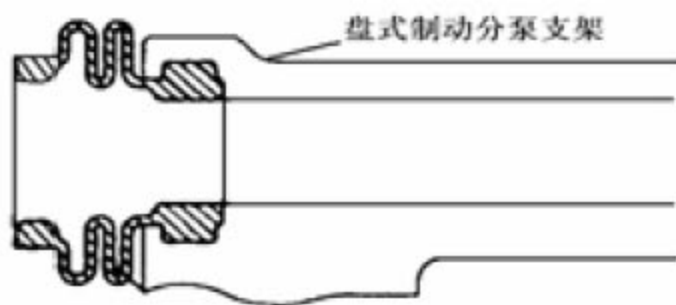

图 3—25
- 7). 拆卸后盘导向销防尘套。从后盘式制动分泵支架上拆下 2 个防尘套，如图 3—25 所示。